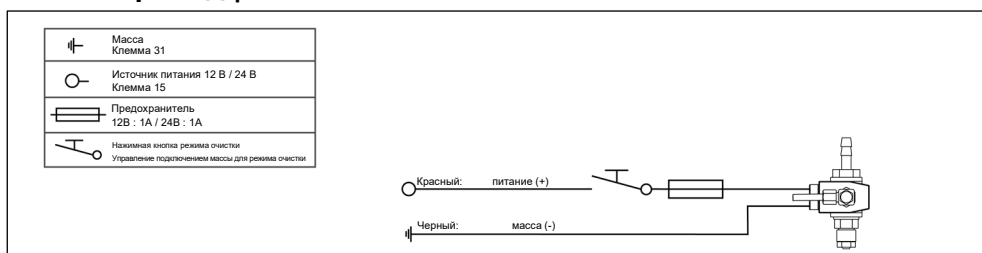
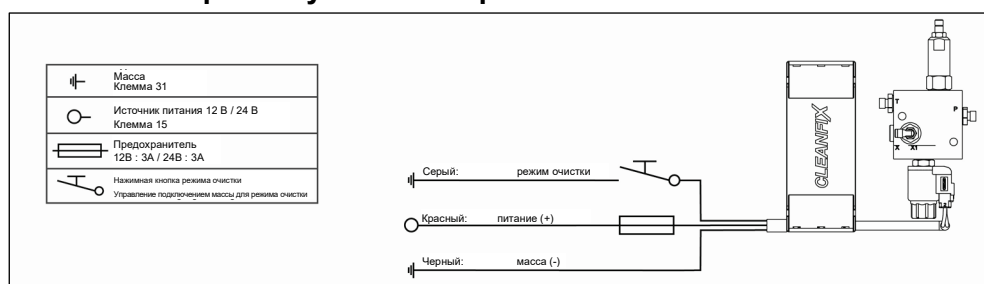

Рис. 65
Рис. 73
Если имеется источник питания с переключателем, защищенным предохранителем (клемма 15) с достаточным напряжением (см. Рис. 65 – Рис. 73), его можно использовать.
- 40) Подключить электронные компоненты к источнику питания машины (см. Рис. 65 – Рис. 73).